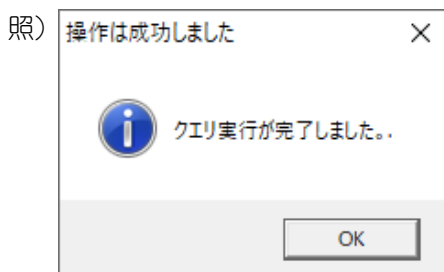

図13: 「操作は成功しました」メッセージ
- 処理が正しく行われると、「操作は成功しました」にメッセージが表示されます（図13）。図15は、1カラムフォーマットで印刷した例です。